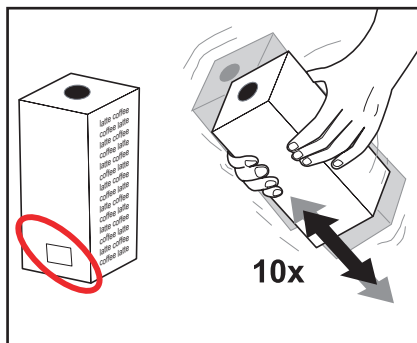

Fig. 18
Les anvisningene på produktpakken. Bruk aldri en skadet produktpakke. Ikke bruk en produktpakke hvis „Best før“-datoen er utløpt (fig. 18).
3. Rist produktpakken minst 10 ganger (fig. 18).